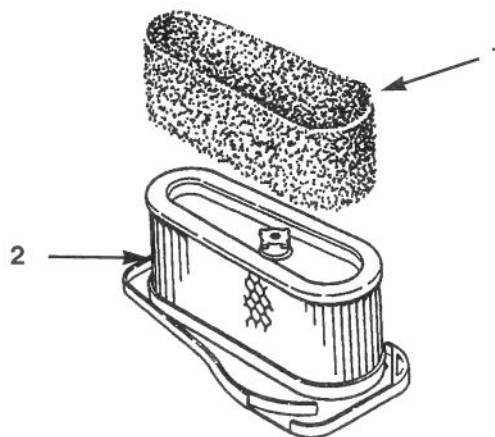

Figure 28
avec précaution (Fig. 28).
1. Glisser avec précaution l'élément en mousse sur l'élément en papier du filtre à air (Fig. 28).